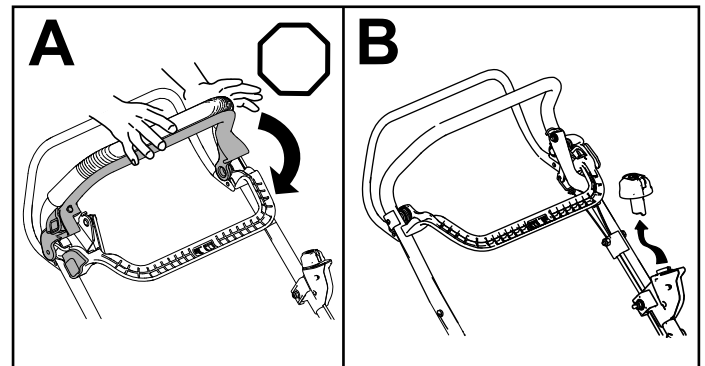

Figure 18
1. Relâchez la barre de commande de la lame (A de la Figure 18).
2. Retirez le bouton de démarrage électrique du démarreur électrique (B de la Figure 18).